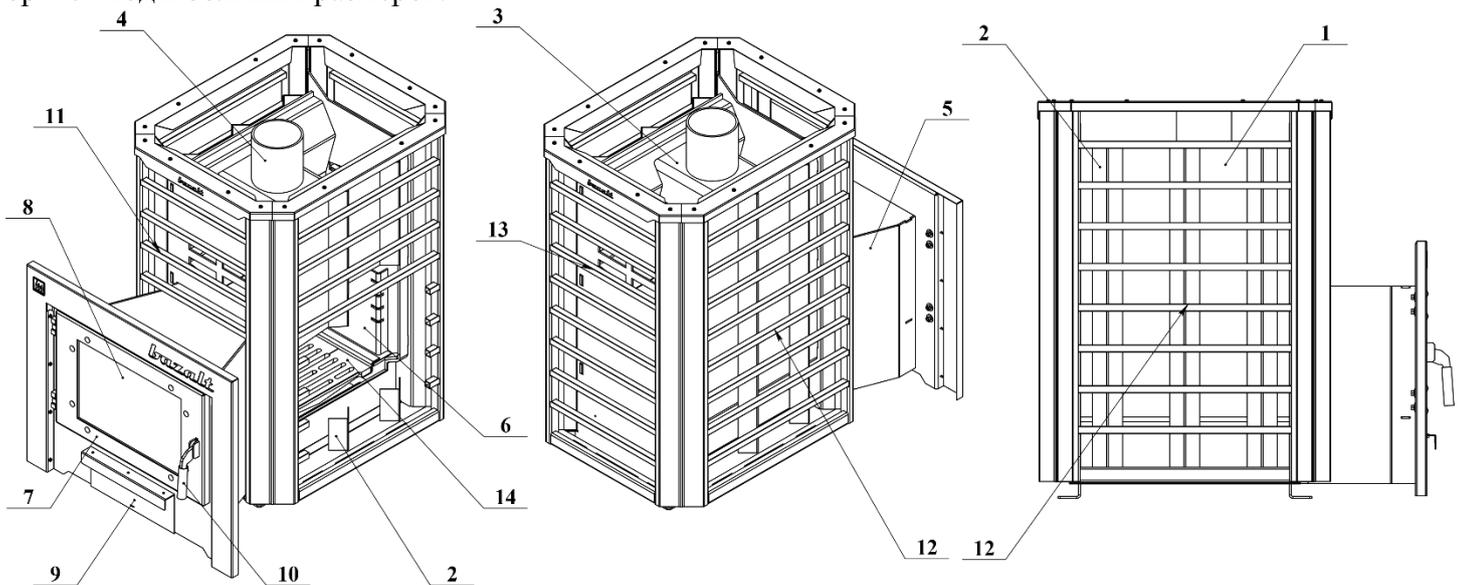

Рис. 2 Устройство печи **BAZALT**
**Основной особенностью данной печи - стенки топки окружены экранами - сетками (рис. 2 поз. 11,12,13) вмещающими до 150 кг камней.** Такой объем камней аккумулирует тепло и постепенно передает его в парное помещение.
В конструкции печи также предусмотрен канал подачи и распределения в камере сгорания вторичного воздуха (рис. 2 поз. 6), что позволяет качественнее сжигать топливо, повышая при этом КПД печи.
Стенки топки окружены экранами - сетками (рис. 2 поз. 11,12,13) вмещающими до 150 кг камней. Такой объем камней аккумулирует тепло и постепенно передает его в парное помещение тепла.
Печь оснащена дополнительными конвекционными каналами (рис. 2 поз. 2), ускоряющими нагрев парильного помещения. Каналы способствуют не только сокращению времени прогрева парилки и соответственно экономии дров, но и эффективно охлаждают стенки топки печи-каменки.
Дверца топливного канала (рис. 2 поз. 7) оснащена охлаждаемой ручкой-защелкой (рис. 2 поз. 10) и светопрозрачным экраном из жаростойкого стекла SCHOTT ROBAX® диагональю 16" (рис. 2 поз. 8), который позволяет визуально контролировать горение.
Колосниковые решетки выполнены из качественного чугуна стандартного размера (рис.2 поз.14). Решетки покрывают всю площадь горения, тем самым обеспечивают равномерное устойчивое горение по всему периметру топки.
Печь оснащена удобным выдвижным зольным ящиком (рис.2 поз.9), который позволяет удалять золу не прерывая процесса горения, а также является регулятором интенсивности горения.